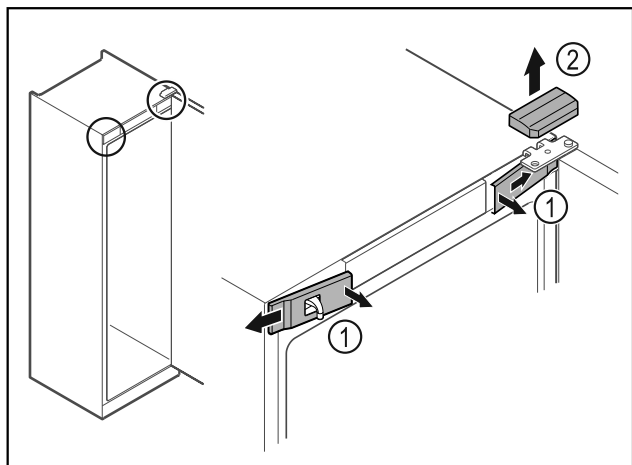

Fig. 11
- Décrocher les caches avant Fig. 11 (1) du côté intérieur et les retirer vers l'extérieur.
- Retirer le cache supérieur Fig. 11 (2) vers le haut.